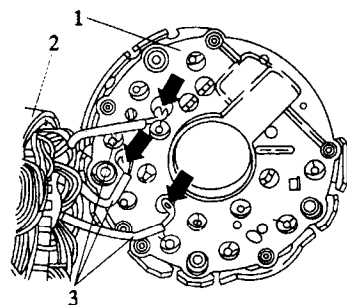

图 1-12 定子的拆卸
③定子的拆卸,如图 1-12 所示。从发电机上取出定子 2,从二极管板 1 上用烙铁焊下定子 2 线圈抽头 3(焊下时要用尖嘴钳在焊点处散热,烙铁最大功率为 300W)。
①如图 1-12 所示,将定子线圈抽头 3 焊到二极管板 1 上时,使用的烙铁最大功率不得大于 300W,并用尖嘴钳子在焊点处散热。要保证各正极抽头与壳体的绝缘。